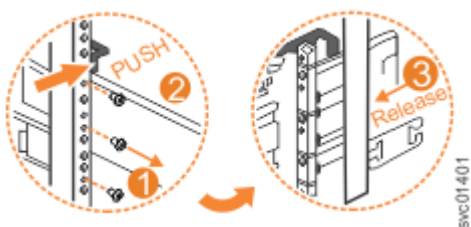

Рисунок 133. Снятие направляющей с задней скобы рамы
3. Открутите два винта, крепящих внутреннюю секцию направляющей к задней скобе (см. Рисунок 133 на стр. 118).
4. Отделите секцию направляющей от задней скобы (см. Рисунок 133 на стр. 118).